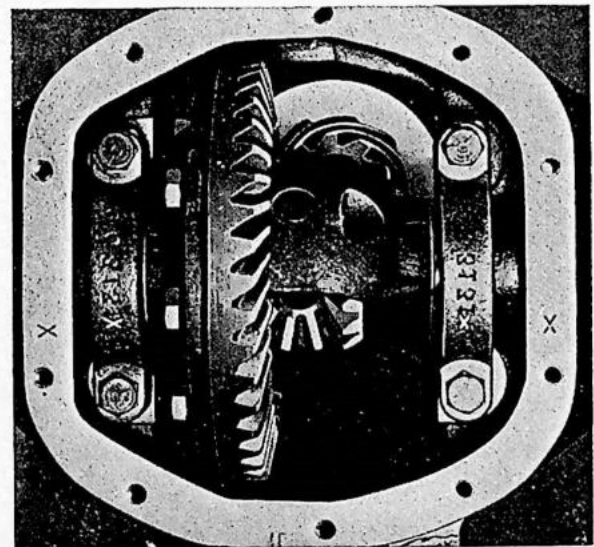

Fig. 4-95. De tekens op kap en huis
5. Controleer de merktekens op de kap en het huis, zie Fig. 4-95. Merk, wanneer er geen merktekens zijn, of wanneer ze slecht zichtbaar zijn één kant met een centerpunt. Verwijder de kappen.